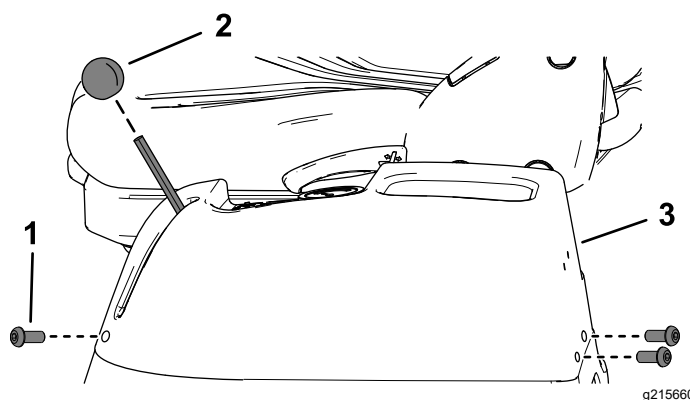

Figure 74
4. Retirez les 3 vis à tête creuse de la console gauche (Figure 74).
5. Déposez le pommeau du levier d'accélérateur (Figure 74).
6. Soulevez la console gauche et mettez-la de côté (Figure 74).